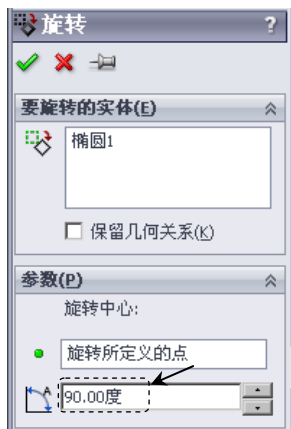

图 2.7.26 “旋转”对话框
Step3. 选择命令。选择下拉菜单 **工具(T)** → **草图工具(I)** → **旋转(R)...** 命令，系统弹出图 2.7.26 所示的“旋转”对话框。